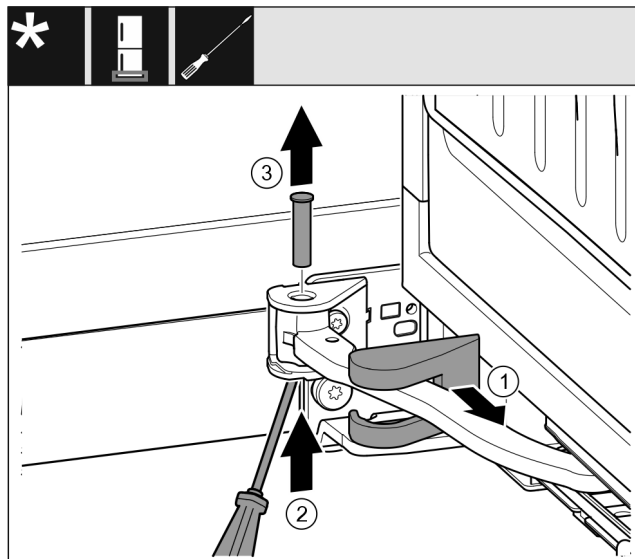

Fig. 15
- Stáhněte kryt stojanu ložiska a posuňte podél kloubu. Fig. 15 (1)
- Čep zespodu nadzvedněte prstem nebo šroubovákem. Fig. 15 (2)
- Šroubovákem zajedte pod hlavu čepu a vytáhněte jej. Fig. 15 (3)